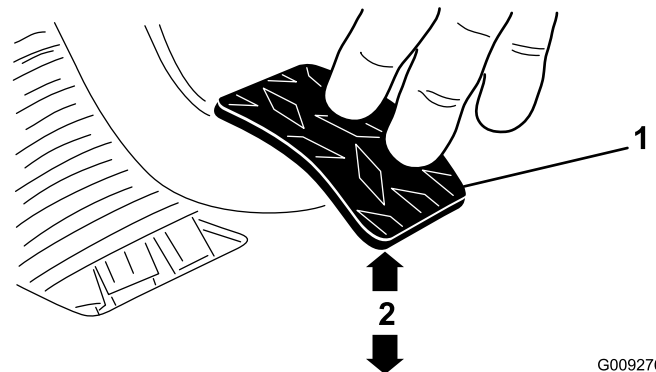

Figura 59
3. Ajuste las contratuercas o la articulación esférica hasta que el borde trasero del pedal del embrague esté a $9,5 \pm 0,3$ cm ($3,75'' \pm 0,12''$) del borde superior del dibujo a rombos de la chapa de suelo al aplicar una fuerza de 1,8 kg (4 libras) al pedal (Figura 59).